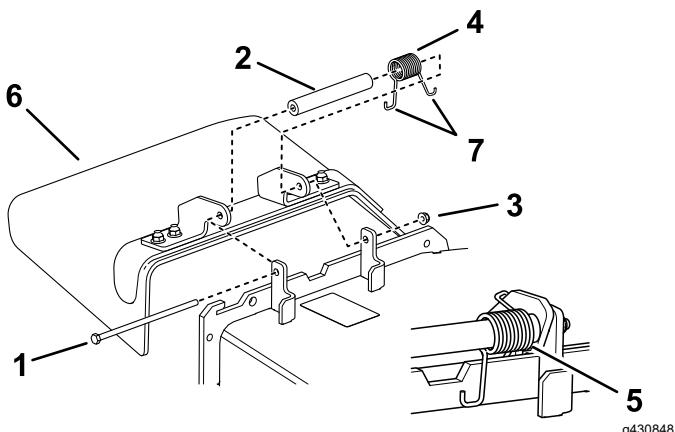

Figura 80
- Nota:** Asegúrese de colocar un extremo con gancho en **J** del muelle detrás del reborde de la carcasa antes de instalar el perno, según se muestra en Figura 80.